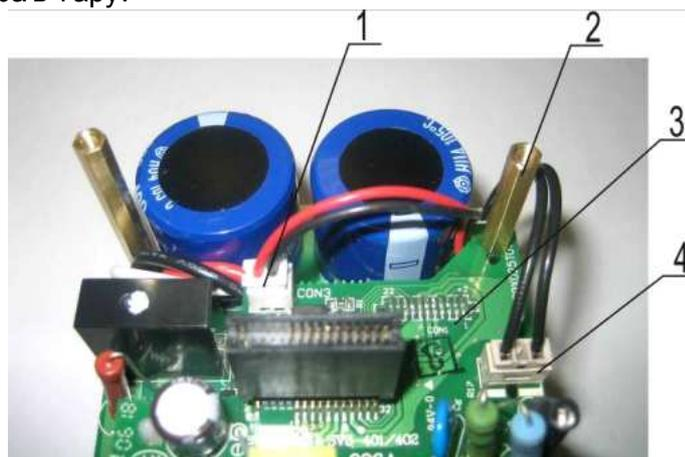

Рис. 6.7
6.6.1. Выкрутить стойку 2 (рис. 6.7). Положить стойку в тару.
- 6.6.2. Отсоединить розетку 4 от разъема на плате 3 (рис. 6.7).
6.6.3. Отсоединить розетку 1 от разъема на плате 3 (рис. 6.7). Положить кабель вентилятора в тару.